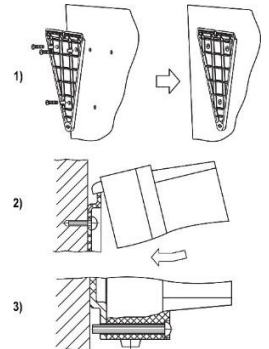

Рисунок 1 – Монтаж пристрою
- Закріпити кронштейн трьома гвинтами М4 × 20 на поверхні, що призначена для встановлення пристрою (див. *рисунок 1*).